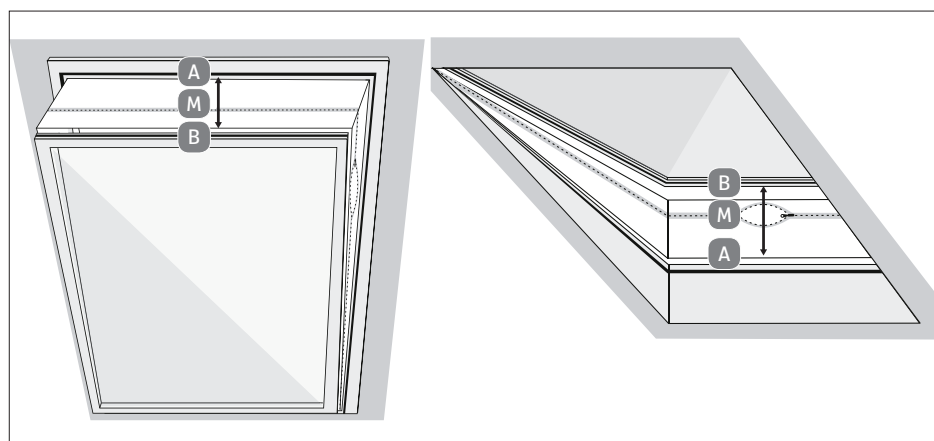

Fig. 14 – Montaje en ventanas de techo
- ▶ Afloje la tuerca de mariposa hasta que quede espacio suficiente entre la parte A del kit para ventanas y la corredera (**ver fig. 14, paso I**).
- ▶ Inserte las dos partes del kit para ventanas A y B entre sí, de modo que la corredera encaje en la ranura de la parte B del kit para ventanas. Ajuste el kit para ventanas al tamaño deseado juntando o separando el kit y vuelva a apretar la tuerca de mariposa (**ver fig. 14, paso II**).